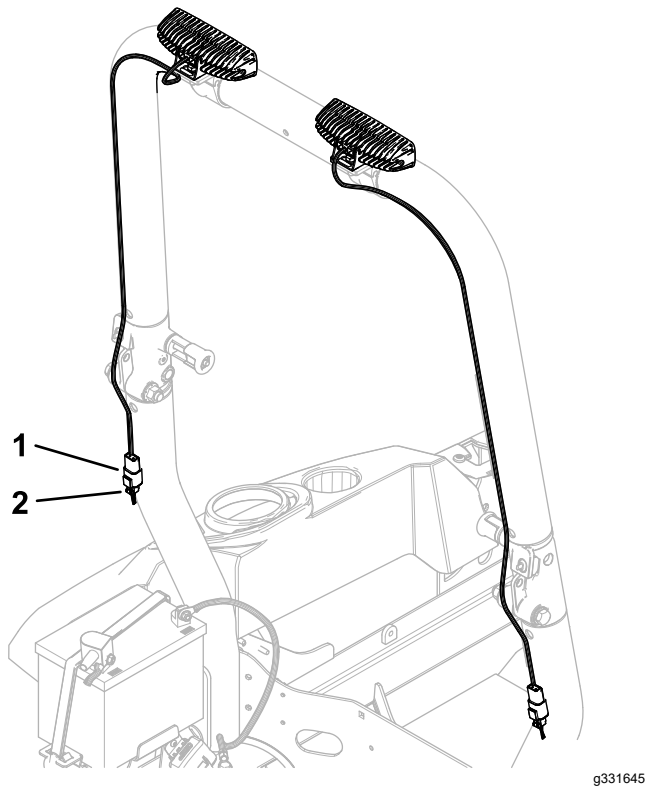

Figure 3
4. Branchez les connecteurs de faisceau des 2 feux à LED sur le faisceau de câblage principal (Figure 3).